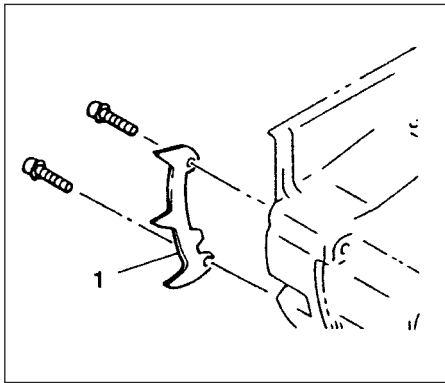

Fig.1-0
* Installer den piggede bumper (1) (hvis udstyret med) til enheden med de to skruer. (Fig. 1-0)